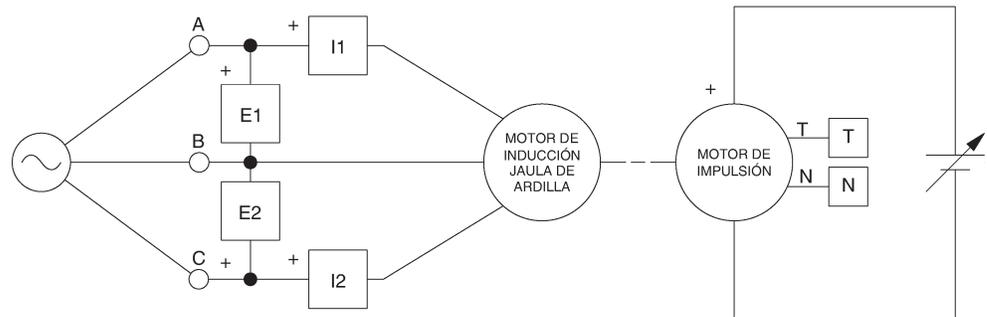

Figura 4-16. Circuito utilizado para demostrar el funcionamiento del generador asincrónico.
11. Modifique las conexiones para que el equipamiento quede montado como lo muestra la Figura 4-16. No conecte todavía las líneas A, B y C de la fuente trifásica al circuito.
- 12. Conecte las líneas A, B y C de la fuente trifásica al circuito, como lo muestra la Figura 4-16.
Desconecte la fuente trifásica en los puntos A, B y C del circuito de la Figura 4-16.
Usted puede obtener la característica velocidad en función del par correspondiente a un motor de inducción jaula de ardilla que opera como motor y como generador. Para lograrlo, coloque los selectores MODO y VISUALIZADOR del Motor de impulsión / Dinamómetro en las posiciones MOTOR DE IMPUL. (M.I.) y VELOCIDAD (N), respectivamente. Abra el archivo de configuración existente ACMOTOR1.DAI y seleccione ver disposición 2. Asegúrese de que la Fuente de alimentación esté apagada y consulte las etapas 11 a 13 de este ejercicio para montar el circuito que muestra la Figura 4-16. Asegúrese de que la función para corregir la función par del medidor T se encuentre activada. Borre los datos registrados en la tabla de datos (si los hay). En el Motor de impulsión / Dinamómetro, coloque el selector MODO en la posición MOTOR DE IMPUL. (M.I.) y luego gire la perilla de control de voltaje de la Fuente de alimentación hacia la derecha hasta que el medidor T indique  $-2,7 \text{ N}\cdot\text{m}$  ( $-24,0 \text{ lbf}\cdot\text{plg}$ ). Para este valor del par, la velocidad de la máquina debería ser mayor que la velocidad de sincronismo. Ajuste la perilla de control de voltaje para que el par que indica el medidor T pase de  $-2,7 \text{ N}\cdot\text{m}$  ( $-24,0 \text{ lbf}\cdot\text{plg}$ ) a  $0,0 \text{ N}\cdot\text{m}$  ( $0,0 \text{ lbf}\cdot\text{plg}$ ) por etapas de  $0,3 \text{ N}\cdot\text{m}$  ( $3,0 \text{ lbf}\cdot\text{plg}$ ). Registre cada valor ajustado del par en la Tabla de Datos.